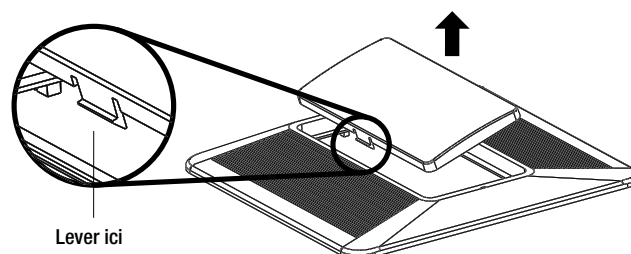

Fig. 20
- En insérant une pièce de tissu pour éviter d'égratigner le couvercle, utiliser un tournevis plat pour retirer le couvercle de la lampe de la grille. Voir la figure 20.